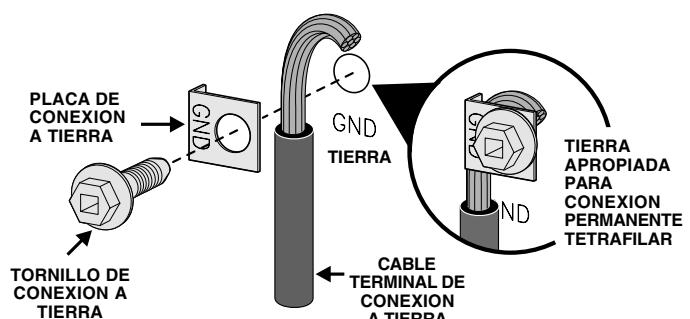

Fig. 15
- (Conexión permanente tetrafilar SOLAMENTE)** Conecte el alambre terminal de puesta a tierra (Verde) al marco del electrodoméstico usando el tornillo y la placa de conexión a tierra, como se muestra en la Fig. 15. Asegúrese de instalarlo usando el mismo agujero del marco donde estaba originalmente instalado el tornillo de tierra.